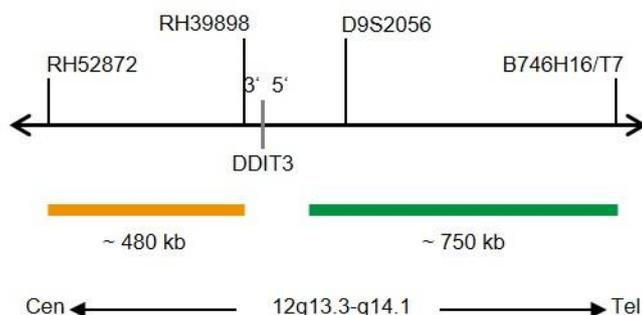

Fig. 1: SPEC DDIT3 Mappa della sonda (non in scala)
- Polinucleotidi (~10 ng/ μ l) marcati con ZyGreen (eccitazione 503 nm/emissione 528 nm), le cui sequenze target mappano in 12q13.3-14.1* (chr12:58,024,366-58,775,832) distali al punto di rottura di DDIT3 (vedere Fig. 1).
- Polinucleotidi (~4.5 ng/ μ l) marcati con ZyOrange (eccitazione 547 nm/emissione 572 nm), le cui sequenze target mappano in 12q13.3* (chr12:57,386,312-57,865,800) prossimali al punto di rottura di DDIT3 (vedere Fig. 1).